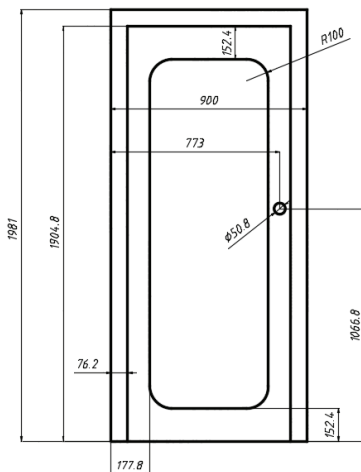

图 4-82 上机操作图 1
- (1) 在复制操作的过程中，能否实现创建多个阵列副本？请举例进行说明。
- (2) 请简述镜像图形的一般操作步骤。
- (3) 请简述旋转图形的一般操作步骤。
- (4) 在二维图形中，阵列分哪几种？
- (5) 如何修剪与延伸图形。
- (6) 拉伸与拉长有什么不同？
- (7) 如何打断和如何合并图形对象？
- (8) 上机操作：绘制图 4-82 所示的门图形。